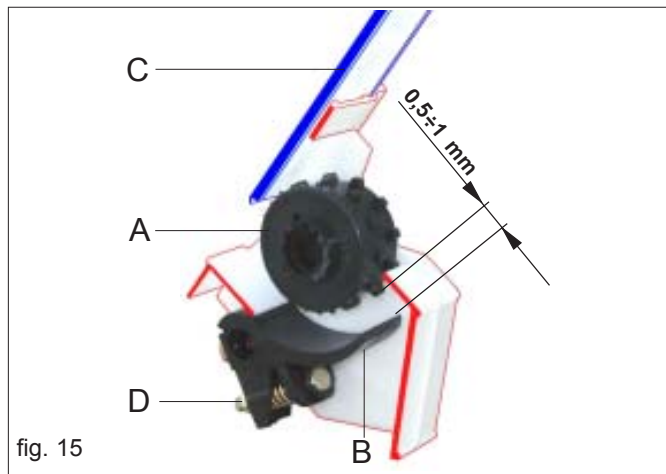
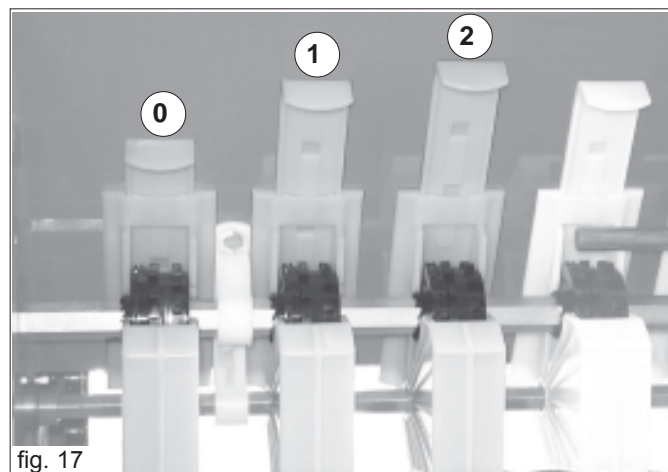

fig. 15
fig. 17
S'ils sont positionnés correctement, les tâteurs (B Fig. 15) garantissent une distribution fluide et constante des graines.
Pour obtenir une distribution optimale des semences, vérifier périodiquement la position des tâteurs (B): régler la distance entre le tâteur et le rouleau distributeur (A) à $0,5 \pm 1$ mm (Fig. 15) par l'écrou (D).
Avant le début de l'ensemencement, il faut choisir le rouleau distributeur le plus adéquat sur la base du type de semence (A Fig. 15). La machine est prédisposée avec les rouleaux pour graines petites, moyennes et grandes. Sélectionner le type de rouleau distributeur selon les indications figurant dans le Tableau 4 (page 84). Pour la sélection du rouleau à petites dents il faut insérer la clef fournie avec la machine (Fig. 16) dans le trou sur le côté gauche du rouleau et pousser à l'extérieur l'arrêt d'entraînement. Pour remettre le rouleau dans sa position initiale, appliquer la procédure contraire.
Les lames pour la fermeture des goulots de sortie des graines de trémie (C Fig. 15) ont **trois positions** de réglage (Fig. 17):
La profondeur d'ensemencement est réglée en même temps pour tous les rayonneurs moyennant une manivelle (Fig. 17) qui permet, si tournée dans le sens inverse des aiguilles d'une montre, d'exercer grâce à des ressorts de traction une pression supérieure des rayonneurs sur le terrain et de conséquence une chute plus profonde de la semence.